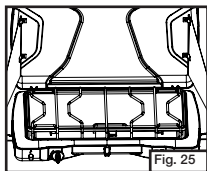

Fig. 25
- Coloque olla de apoyo sobre la plancha. (Fig. 25)